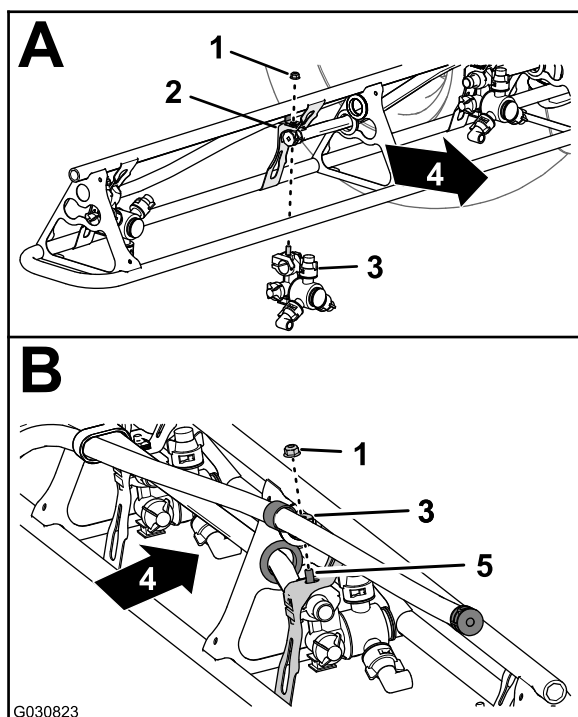

Figura 78
- En las posiciones de las boquillas 1 y 4, monte la boquilla de fumigación en el soporte de boquilla (Figura 78, A) con la contratuerca con arandela prensada (5/16") que retiró en el paso 2 de 12 **Retirada de las mangueras de las boquillas de fumigación del sistema de 3 secciones** (página 34).
- En las posiciones de las boquillas 2 y 3, monte la boquilla de fumigación en el soporte de boquilla (Figura 78, A y B) con la contratuerca con arandela prensada (5/16") que retiró en el paso 2 de 12 **Retirada de las mangueras de las boquillas de fumigación del sistema de 3 secciones** (página 34).